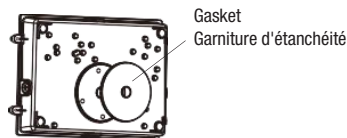

Fig. 6A
6. Coller la garniture d'étanchéité noire sur la surface ronde extérieure du boîtier arrière du luminaire (Fig. 6A).